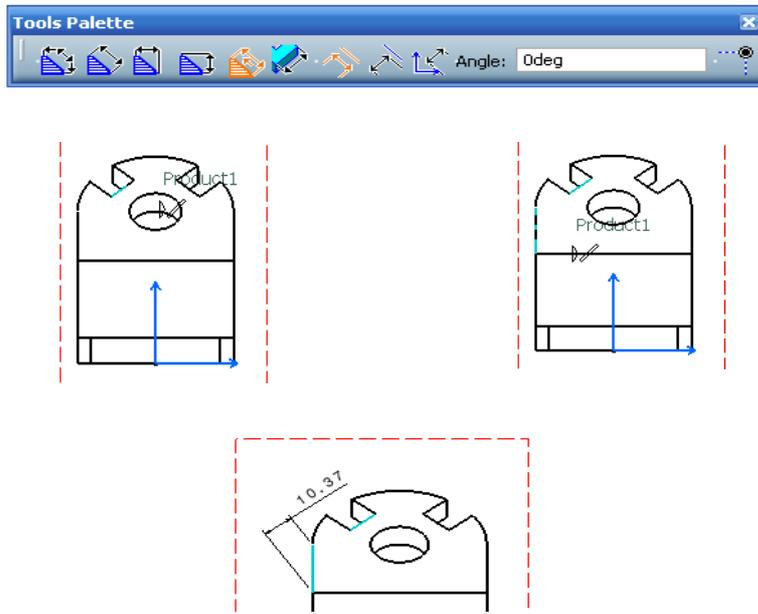

Ilustración 664: Force dimension along a direction. Dimension along a direction.
- *Dimension along a direction:* una vez activa la vista donde se encuentra el elemento a acotar, se selecciona el elemento que define la dirección y el elemento a acotar. Se tiene ya creada la cota, sólo resta posicionarla pulsando sobre el formato (ver Ilustración 664).